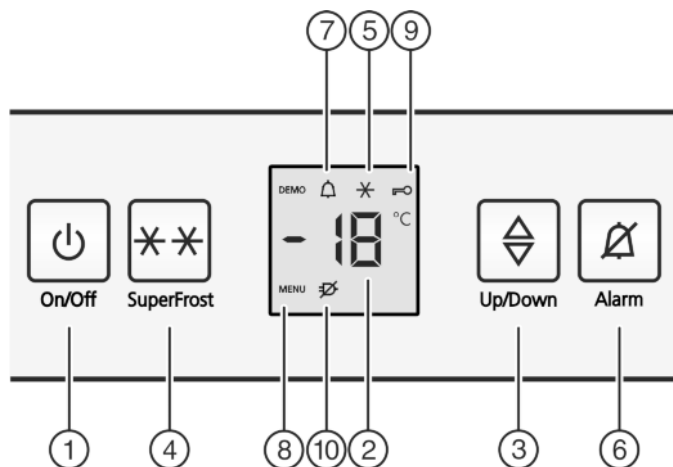

Fig. 2
- Вместе с индикацией температуры мигает символ «SuperFrost» Fig. 2 (5).*
- ▶ Нажать кнопку On/Off Fig. 2 (1).
- ▷ Устройство включено. Индикатор температуры и символ "Alarm" Fig. 2 (7) мигают, пока температура не станет достаточно низкой.
- ▶ Активация режима настройки: Нажмите кнопку SuperFrost Fig. 2 (4) и удерживайте ее прим. 5 секунд.
- ▷ На индикаторе будет отображаться символ «Меню» Fig. 2 (8).
- ▶ Для подтверждения нажать и отпустить кнопку «SuperFrost» Fig. 2 (4).
- ▷ На индикаторе горит символ «Защита от детей» Fig. 2 (9).
- ▷ Функция защиты от детей включена. Если необходимо выйти из режима настройки: ▶ нажмите и отпустите кнопку "On/Off" Fig. 2 (1).
- ▷ Символ «Защита от детей» Fig. 2 (9) гаснет.
- ▷ Функция защиты от детей выключена. Если необходимо выйти из режима настройки: ▶ нажмите и отпустите кнопку "On/Off" Fig. 2 (1).
- ▶ Нажмите кнопку Alarm Fig. 2 (6).
Одновременно мигает индикация температуры и символ тревоги *Fig. 2 (7)*.
Звуковой сигнал выключается автоматически, символ аварийного сигнала *Fig. 2 (7)* выключается и индикатор температуры перестает мигать, если температура снова становится достаточно низкой.
- Нажмите кнопку Alarm *Fig. 2 (6)*.